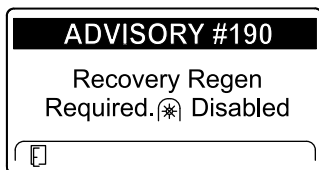

Figure 48
- Régénération d'urgence requise – prise de force désactivée AVIS N° 190 (Figure 48)